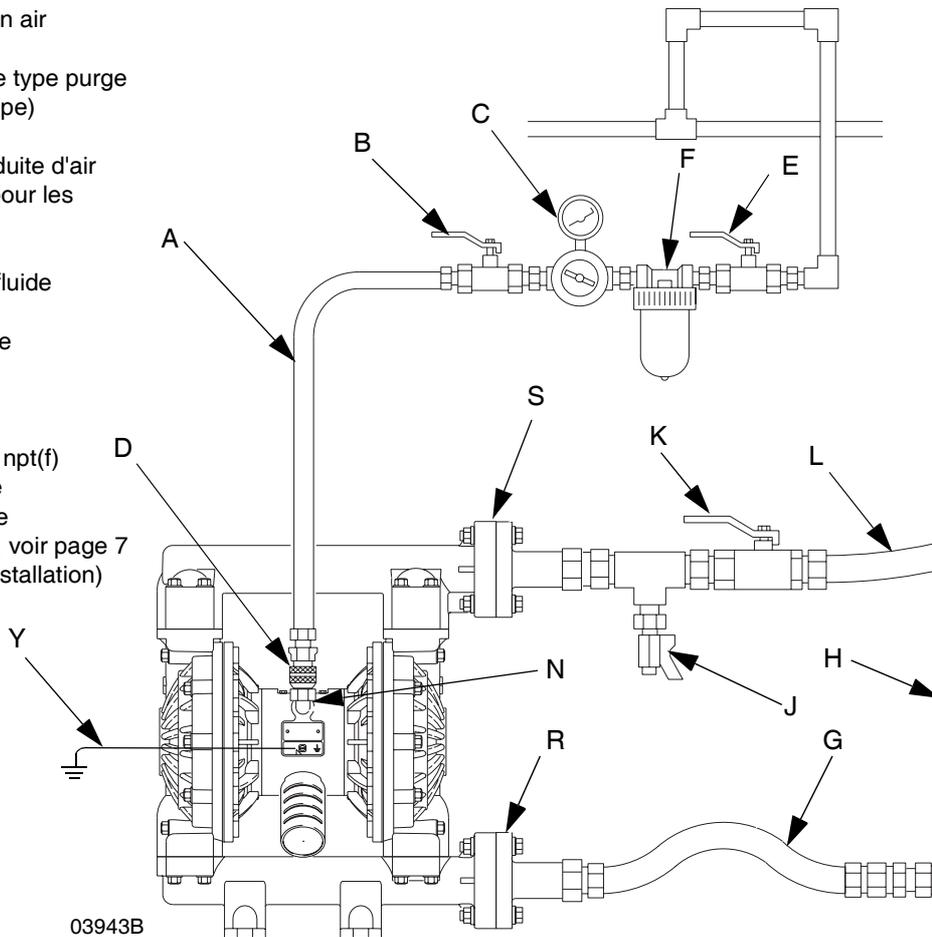

FIG. 2. Installation type de montage sur le sol (illustration avec la pompe en polypropylène).
- L'installation classique indiquée dans la FIG. 2 constitue uniquement une aide pour la sélection et l'installation des composants du système. Prenez contact avec votre représentant Techni-flow afin qu'il vous aide à concevoir un système correspondant à vos besoins.
- Une vanne d'air principale de type purge (B) doit être montée sur votre système pour décharger l'air prisonnier entre cette vanne et la pompe. Voir FIG. 2. Cet air prisonnier peut provoquer un fonctionnement inattendu de la pompe et provoquer ainsi des blessures graves, y compris des projections dans les yeux ou sur la peau, des blessures dues à des pièces en mouvement ou une intoxication avec des produits dangereux.
1. Installez les accessoires de la conduite d'air comme indiqué dans la FIG. 2. Fixez ces accessoires au mur ou sur un support. Assurez-vous que la conduite d'air qui alimente les accessoires est mise à la terre.
- a. Installez un régulateur d'air (C) et un manomètre pour contrôler la pression du fluide. La pression de sortie du fluide sera identique au paramètre du régulateur d'air.
- b. Localisez une vanne d'air principale de type purge (B) à proximité de la pompe et utilisez-la pour libérer l'air emprisonné. Lisez l'**AVERTISSEMENT** ci-dessus. Localisez l'autre vanne d'air principale (E) en amont de tous les accessoires de la conduite d'air et utilisez-la pour les isoler pendant les opérations de nettoyage et de réparation.
- c. Le filtre (F) sur la conduite d'air élimine les poussières et l'humidité nuisibles de l'alimentation en air comprimé.
2. Installez un flexible d'air souple électro-conducteur (A) entre les accessoires et l'entrée d'air 1/2 npt(f) (N) de la pompe. Utilisez un flexible d'air d'un diamètre intérieur de 13 mm (1/2 po.) minimum. Vissez un coupleur rapide de conduite d'air (D) sur l'extrémité du flexible d'air (A) puis vissez fermement le raccord correspondant dans l'entrée d'air de la pompe. Ne branchez pas le coupleur (D) sur le raccord tant que vous n'êtes pas prêt à faire fonctionner la pompe.
Une vanne de purge de fluide (J) est nécessaire pour relâcher la pression dans le flexible s'il est bouché. Voir FIG. 2. La vanne de purge réduit le risque de blessure grave, y compris par projection dans les yeux ou sur la peau, ou par intoxication avec des produits dangereux, lors de la décompression. Installez la vanne à proximité de la sortie de fluide de la pompe.
1. **Utilisez des flexibles de fluide (L) reliés à la terre.** L'orifice de sortie de fluide (S) de la pompe mesure 1-1/2 po. bspt (pompes en aluminium) ou présente une bride à face surélevée de 38,1 mm (1-1/2 po.) (pompes en polypropylène). Fixez solidement le raccord de fluide sur la sortie de la pompe.
2. Installez une vanne de purge de fluide (J) à proximité de la sortie de fluide. Lisez l'**AVERTISSEMENT** ci-dessus.
3. Installez une vanne d'arrêt (K) sur la conduite de sortie de fluide.